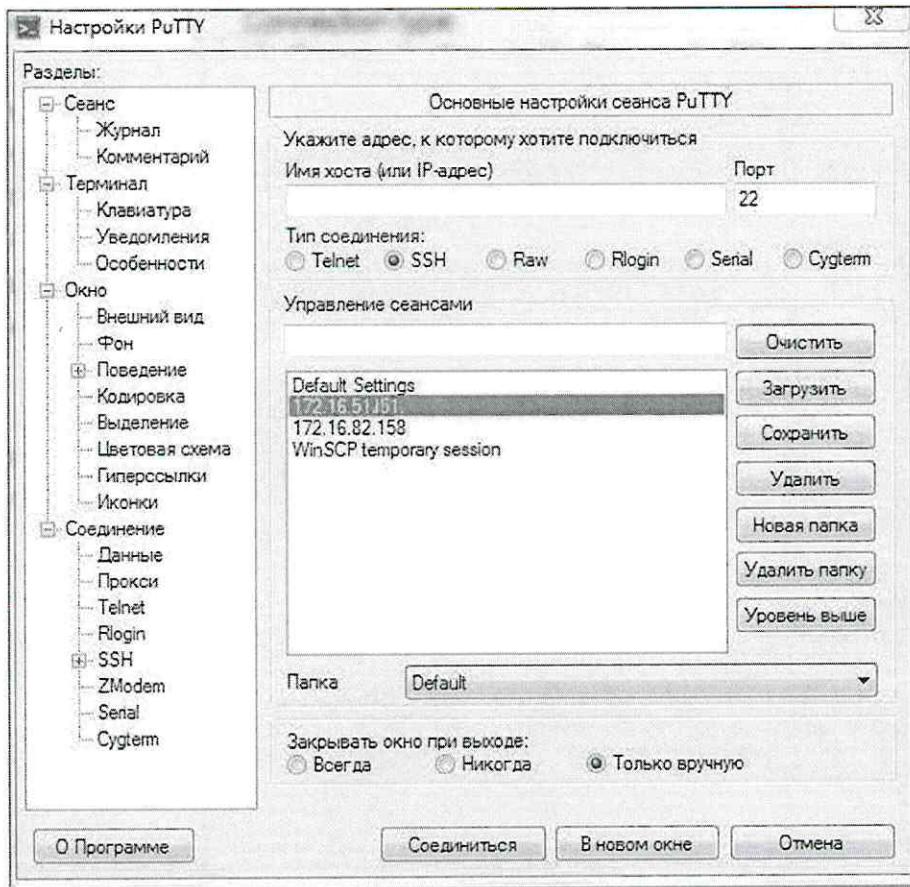

Рисунок 11 – Окно программы «PuTTY»
- провести соединение с «УСПД 248М2.АТЛАС» (IP-адрес, например, 172.16.51.151) по протоколу SSH с помощью программы «PuTTY» (см. рисунок 11);